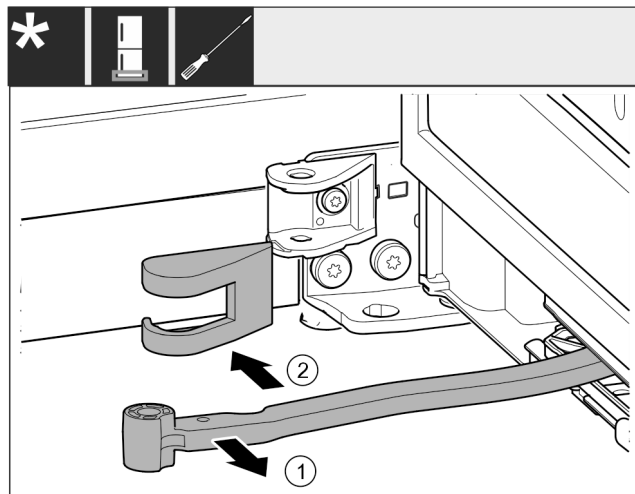

Fig. 19
- ▶ Obrócić przegub Fig. 19 (1) w kierunku drzwi.
- ▶ Usunąć osłonę płytki zawiasu Fig. 19 (2).